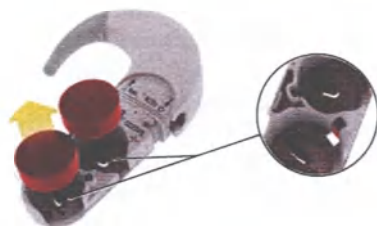

Рис. 44 Извлечение батарей аудиопроцессора
4. Извлеките комплект отработанных батарей при помощи магнита передатчика. Для этого поднесите центр передатчика его нижней стороной отдельно к каждой батарее. Старайтесь не касаться контактов батарей (см. рис. 44).